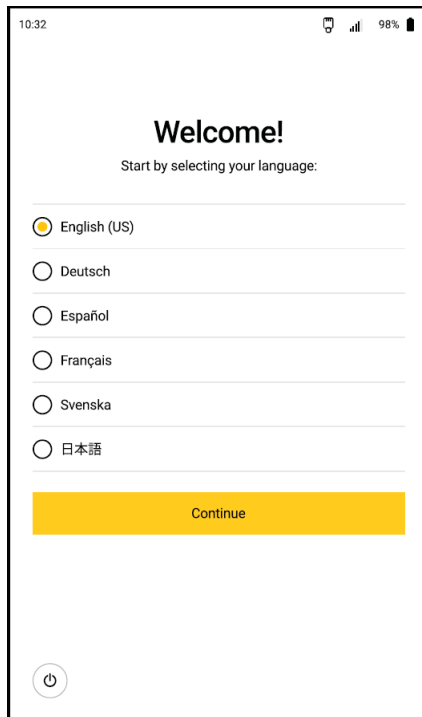

図 06
1. 初回起動時に、表示言語を選択してください。(図 06)